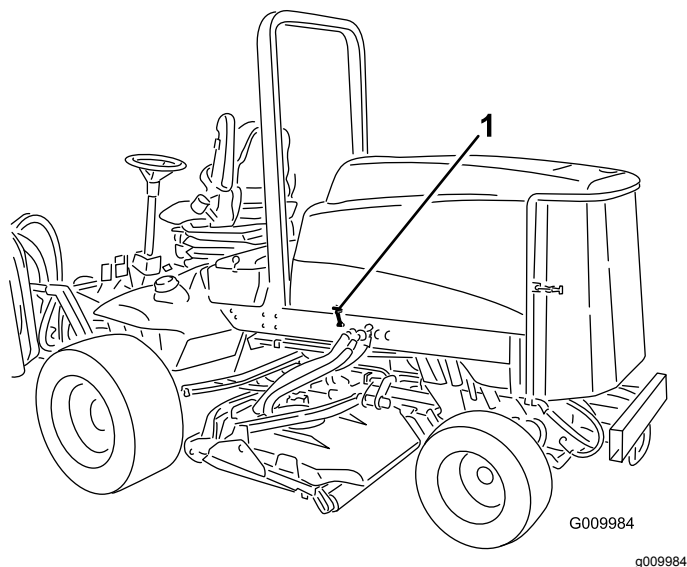

Рисунок 45
1. Откройте защелки капота (Рисунок 45) и откиньте капот.